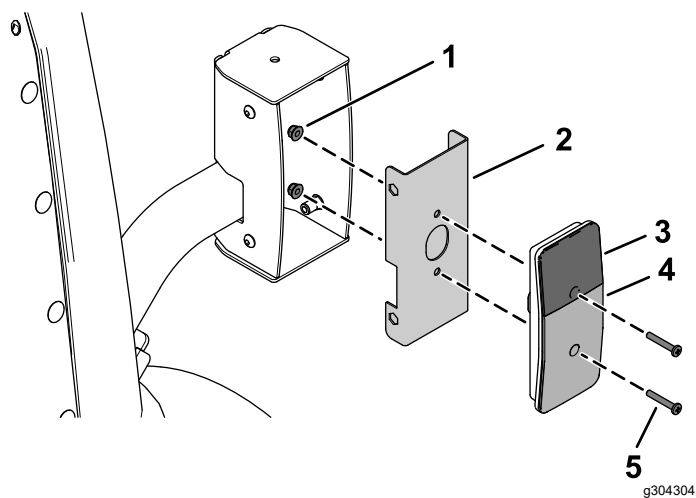
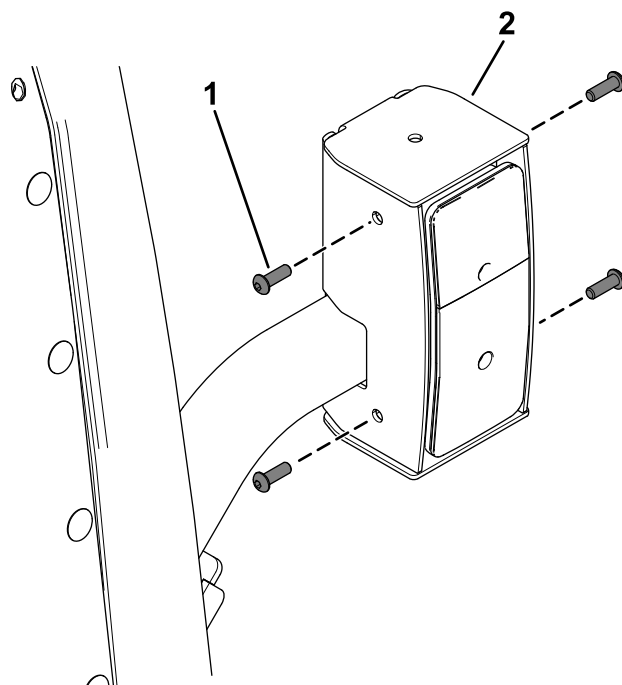

Figura 28
Figura 29
6. Sujete las luces traseras a los conjuntos de montaje interiores usando 4 tornillos de cabeza redonda (Nº 10 x 1¼") y 4 tuercas con arandela prensada (Nº 10), como se muestra en la Figura 28.
9. Sujete las luces traseras ensambladas a los alojamientos de las luces traseras usando 8 pernos de cabeza de botón (¼" x ¾"), como se muestra en la Figura 29.
Asegúrese de instalar las luces traseras con la lente amarilla encima (Figura 28 y Figura 29).